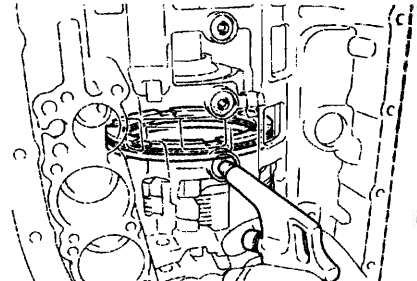

图 12-1-46
(53) 如图 12-1-46 所示, 固定住 2 号制动活塞并向变速器壳中吹入 392kPa 的压缩空气, 以便拆下 2 号制动活塞。从 2 号制动活塞上拆下两个 O 形圈。注意: 若活塞没有被吹出, 则用尖嘴钳夹出活塞。